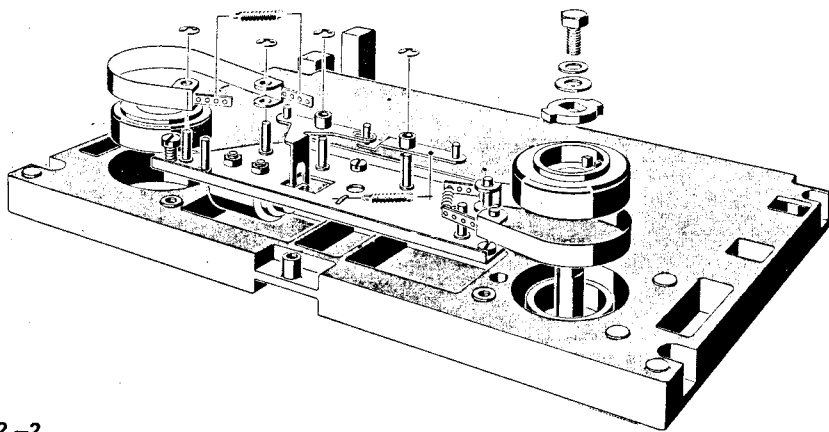

Fig. 4.2.-2
4.2.1. Messung der Bremsmomente (Fig. 4.2.-1)
4.2.1. Braking torque (fig. 4.2.-1)
4.2.1. Mesure du moment de freinage (fig. 4.2.-1)
4.2.2. Einstellen der Bremsen (Fig. 4.2.-2)
4.2.2. Adjustment of braking torque (fig. 4.2.-2)